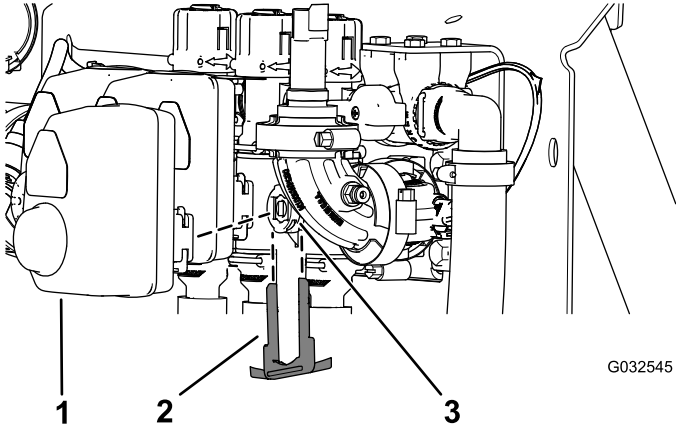

図 101
2. アクチュエータを個別ブームバルブまたは攪拌バルブ用のマニホールドバルブに固定しているリテーナを外す 図 101。